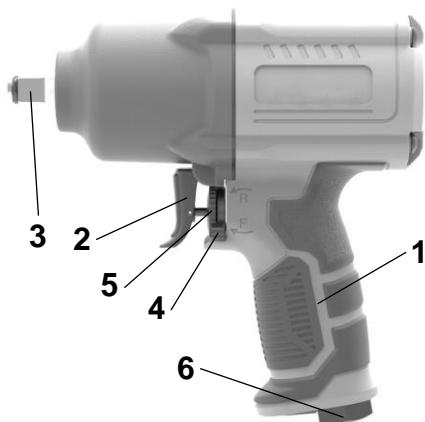

Fig. 1:
Seleccione el cabezal de llave intercambiable necesario e instálelo en la conexión cuadrada (ver Fig. 1, pos. 3). Asegúrese de que el accesorio esté firmemente asegurado en la conexión cuadrada.
Ajuste la dirección de rotación requerida configurando el interruptor (Fig. 1, pos. 4) en la posición R para aflojar o en la posición F para apretar.
El ajuste del par también se realiza utilizando el interruptor de disco (Fig. 1, pos. 5). Para hacer esto, cambie la posición del interruptor a la configuración deseada: